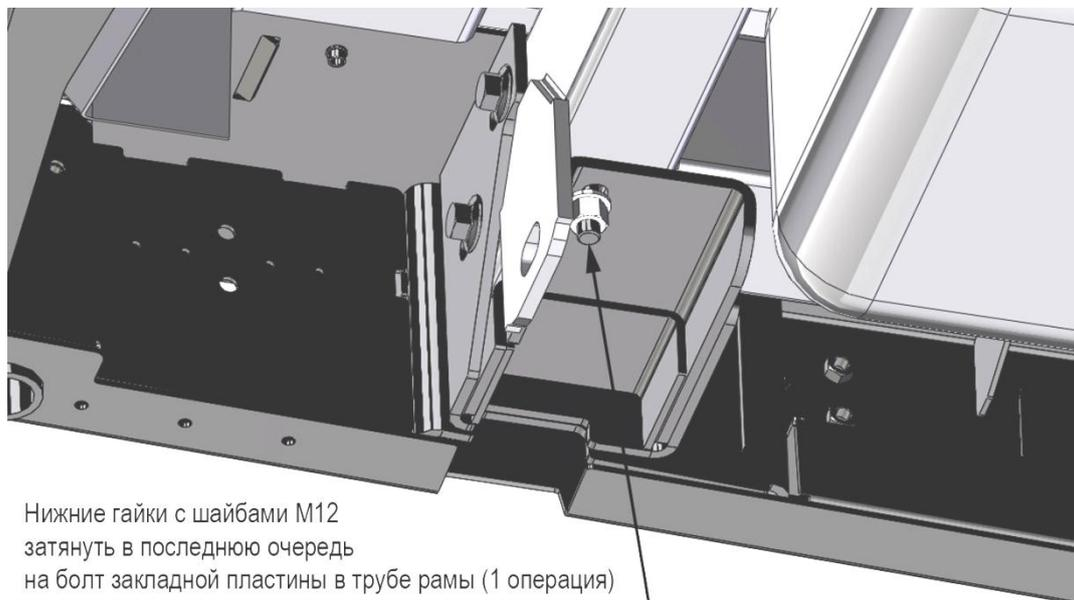

Рис. 13 Последняя операция по установке бампера.
- Притягиваем все гайки В ПЕРВУЮ ОЧЕРЕДЬ ЗЯТЯГИВАЕМ ШТАТНУЮ БУКСИРНУЮ ПРОУШИНУ NISSAN, затем тянем гайки кронштейнов (бампера, кронштейнов рамы) ВНИМАНИЕ! Нижние гайки M12 - кронштейнов рамы Рис.13 - затянуть в последнюю очередь болт закладной пластины, которая устанавливалась в первую очередь.